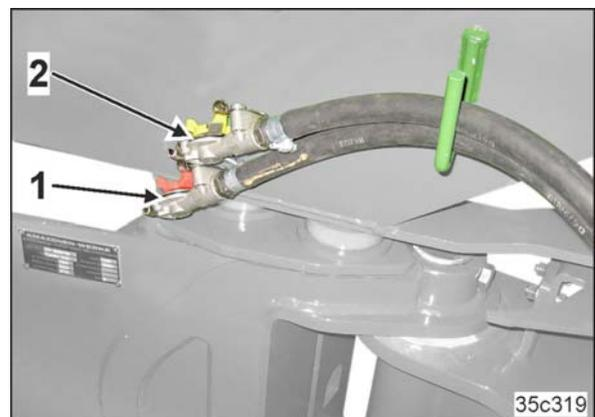

Fig. 32
- eine Vorratsleitung (Fig. 32/1) mit Kupplungskopf (rot)
- eine Bremsleitung (Fig. 32/2) mit Kupplungskopf (gelb).